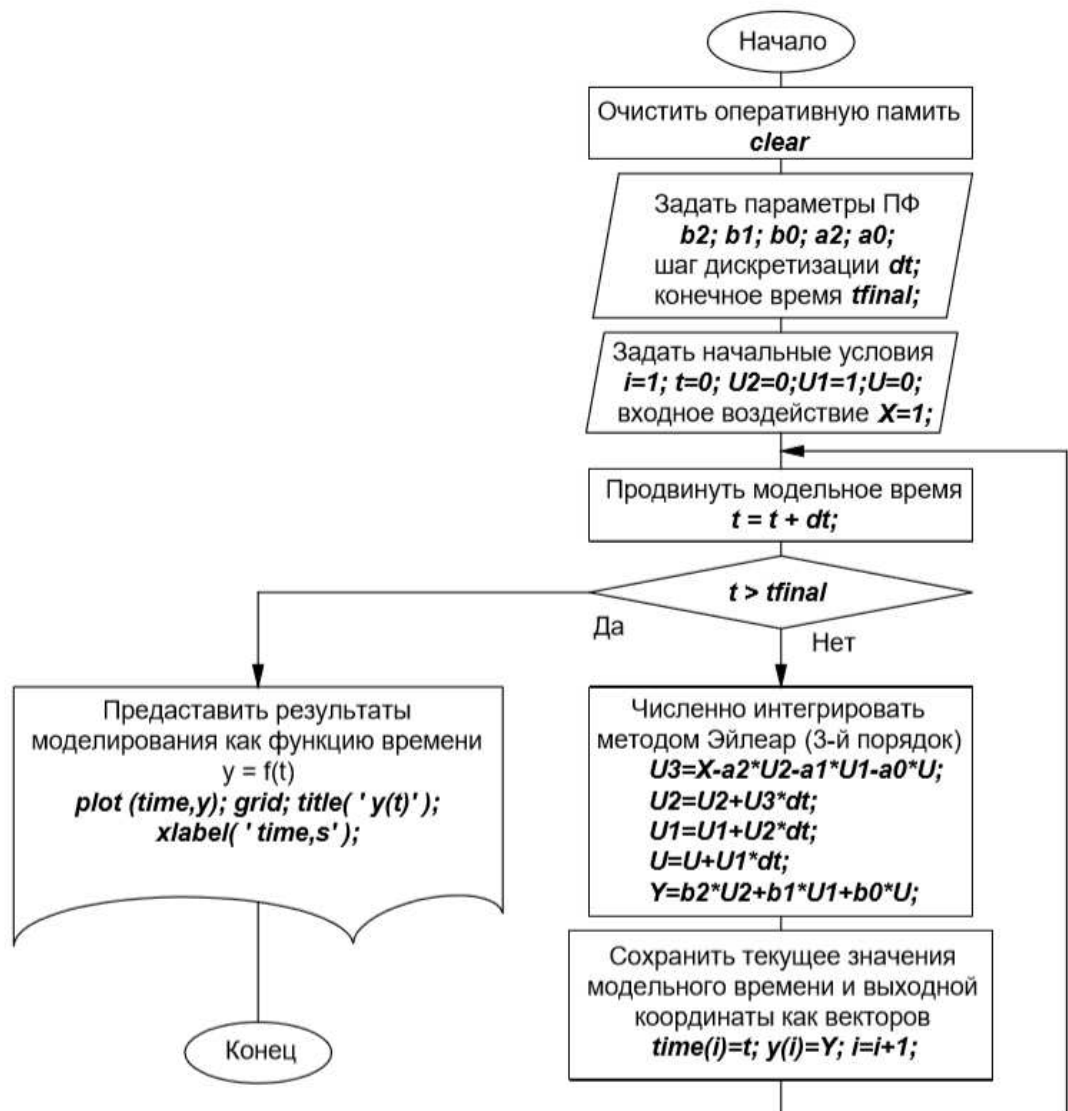

Рис. 13.2 Блок-схема цифрового моделирования системы с передаточной функцией (13.3) численным методом Эйлера
3. Приближенно найти значение выходной координаты $Y(t)$ на заданном отрезке времени (t_0, t) , для чего необходимо выполнить выражения (13.10) и (13.11) в цикле по времени на отрезке (t_0, t) с заданным шагом дискретизации Δt (см.рис.13.2).
8. Следуя методическим указаниям и алгоритму для передаточной функции 3-го порядка, представленному на рис. 13.2, составить на универсальном языке MATLAB программу цифровой модели для динамической системы, описанной передаточной функцией 4-го порядка